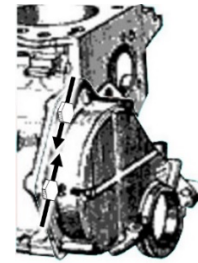

Fig 2
- ou 2 têtes de vis contigües (fig.2)